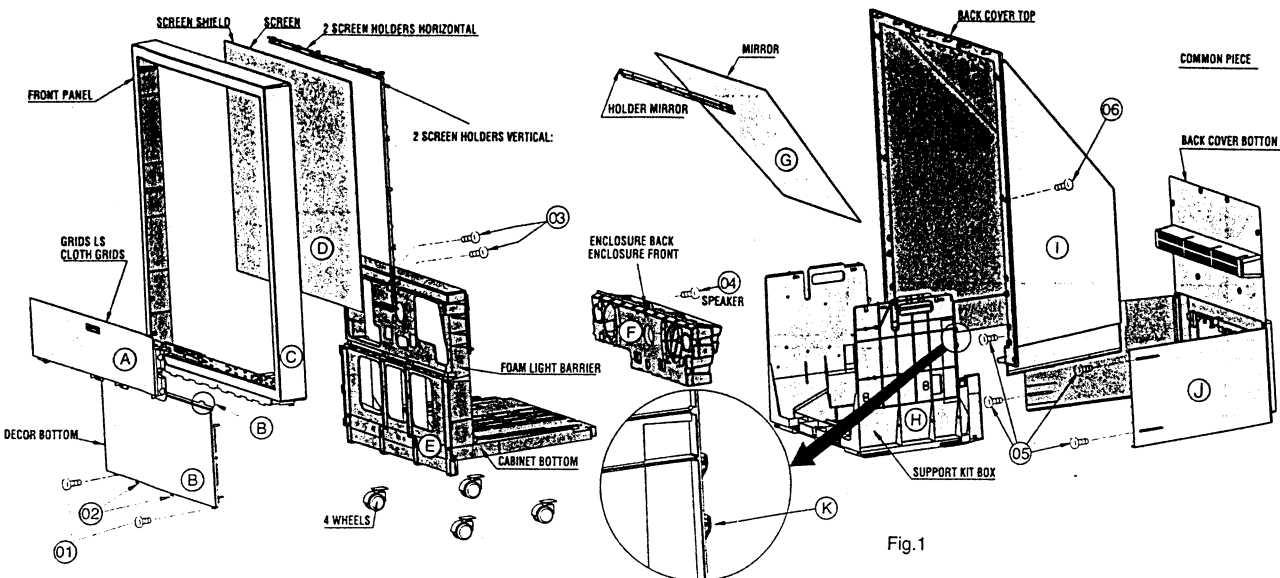
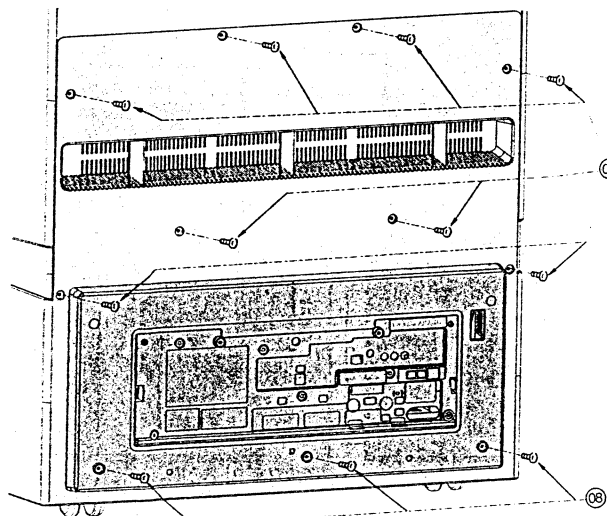
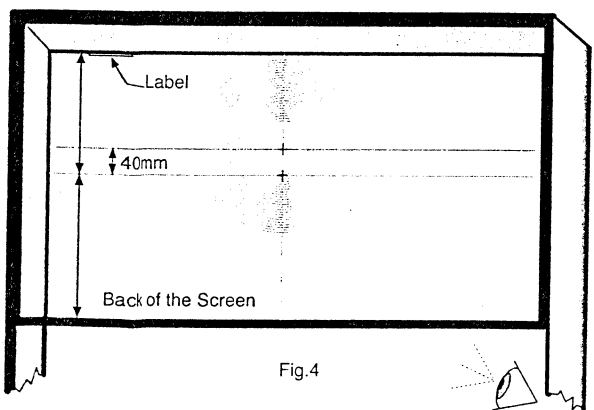

Fig.1
Fig.2
Fig.4
- Retirer les vis (01) (Fig. 1). Soulever à l'aide d'un tournevis les languettes inférieures de maintien (02). Puis déboîter le panneau de décoration (B).
- Retirer les quatre vis (05) (Fig.1) et les huit vis (07) (Fig.2) à l'arrière, qui relient les 2 caches haut et bas.
- Retirer ensuite les trois vis (08) (Fig.2) qui fixent le cache bas sur le socle.
- Ôter le cache arrière bas (J) (Fig.1).
- Retirer les vis (06).
- Soulever le cache arrière supérieur (I) (Fig.1) pour le dégager des crochets de maintien (K) (Fig.1) ⚠ Prendre garde de ne pas détériorer l'écran.
- Respecter au remontage le sens haut et bas des écrans : l'étiquette collée repère le haut d'écran ou le centre des lentilles doit être excentré vers le haut. (Fig. 4).
- Entfernen Sie die Schrauben (01) (Abb. 1). Entriegeln Sie durch Anheben mit einem Schraubendreher die Kunststoffhaken (2).
- Entfernen Sie die vier Schrauben (5) (Abb. 1) und die acht Schrauben (07) (Abb. 2). Die letzteren befinden sich an der Geräterückseite und verbinden die untere Geräterückwand mit der oberen Geräterückwand.
- Entfernen Sie die drei Befestigungsschrauben (08) (Abb. 2), mit denen die Kitbox-Halterung an der unteren Geräterückwand befestigt ist.
- Entfernen Sie die untere Geräterückwand (J) (Abb. 1)
- Lösen Sie die Schrauben (6).
- Heben Sie die obere Gehäuserückwand (I) an, um Sie aus den Sicherungshaken (K) (Abb.1) zu lösen. ⚠ Achten Sie darauf, den Bildschirm nicht zu beschädigen.
- Entfernen Sie die obere Gehäuserückwand (I).
- Entfernen Sie die beiden Schrauben (03) (Abb. 1) neben den Lautsprecher-Befestigungsschrauben. Zusätzlich lösen Sie die Schrauben (10) (Abb. 3).
- Heben Sie die Front-/Bildschirmeinheit von vorne leicht an und ziehen Sie sie vor um die Einheit vom Gehäuseunterteil (E) zu trennen.
- Beim Zusammenbau führen Sie die acht Streifen (M) der Fronteinheit in die entsprechenden Löcher im Gehäuseunterteil ein. Achten Sie beim Einsetzen der Fresnelinse darauf, daß der Aufkleber auf der Linse nach oben links oder mittig nach oben zeigt (siehe Abb. 4).
Eseguire le operazioni descritte nel paragrafo A. Rimuovere le viti di fissaggio (03) localizzate in entrambi i lati dell'assemblaggio viti altoparlanti. Rimuovere anche le due viti (10) fig3. Posizionarsi davanti allo schermo, sollevare leggermente verso l'alto l'insieme frontale schermo ed estrarlo dal mobile.(E). Rimuovere le viti di fissaggio dello schermo. Quando riassemblato posizionare le 8 linguette di plastica del pannello frontale nei rispettivi fori della parte bassa del mobile. **Prestare attenzione durante il rimontaggio alla parte superiore dello schermo: sia l'etichetta posizionata nella parte alta sinistra sia il centro lenticolare dello schermo devono essere posizionate verso l'alto (fig4).**